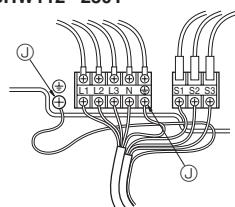

Fig. 7-2
7.1. Dış ünite (Fig. 7-1, Fig. 7-2)
① Servis panelini söküp.
② Fig. 7-1 ve Fig. 7-2'ye bakarık kabloları bağlayın.